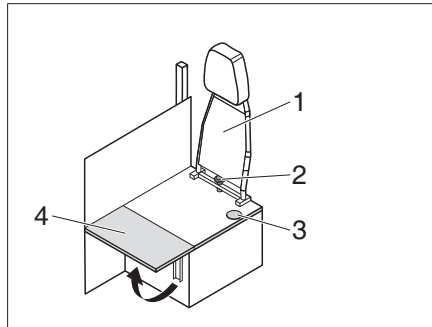

Fig. 216 Transformation conduite-habitation
- Dévisser la vis en étoile (Fig. 216,2) et retirer le dossier (Fig. 216,1) vers le haut.
- Rabattre la rallonge de la banquette (Fig. 216,4).
- ▷ Pour la transformation du mode habitation au mode conduite, répéter ces étapes dans l'ordre inverse. Veiller à ce que la ceinture de sécurité passe par l'ouverture (Fig. 216,3).